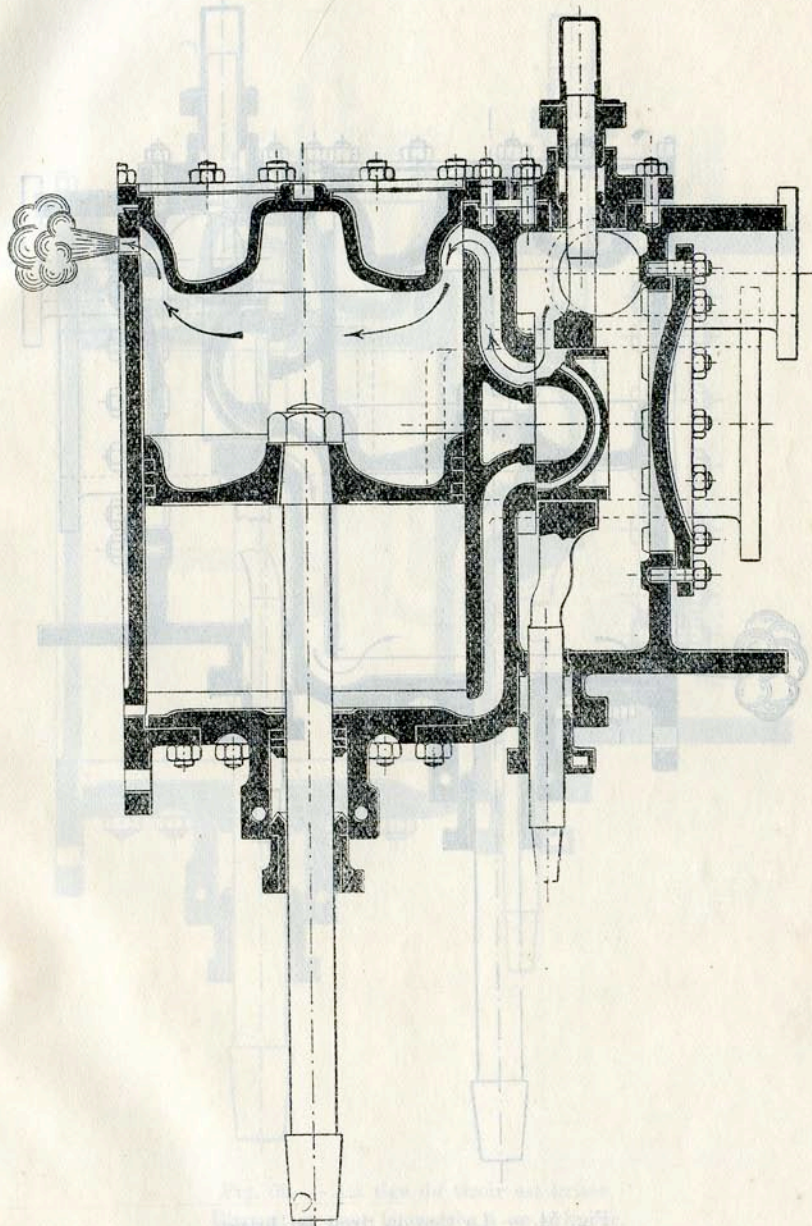
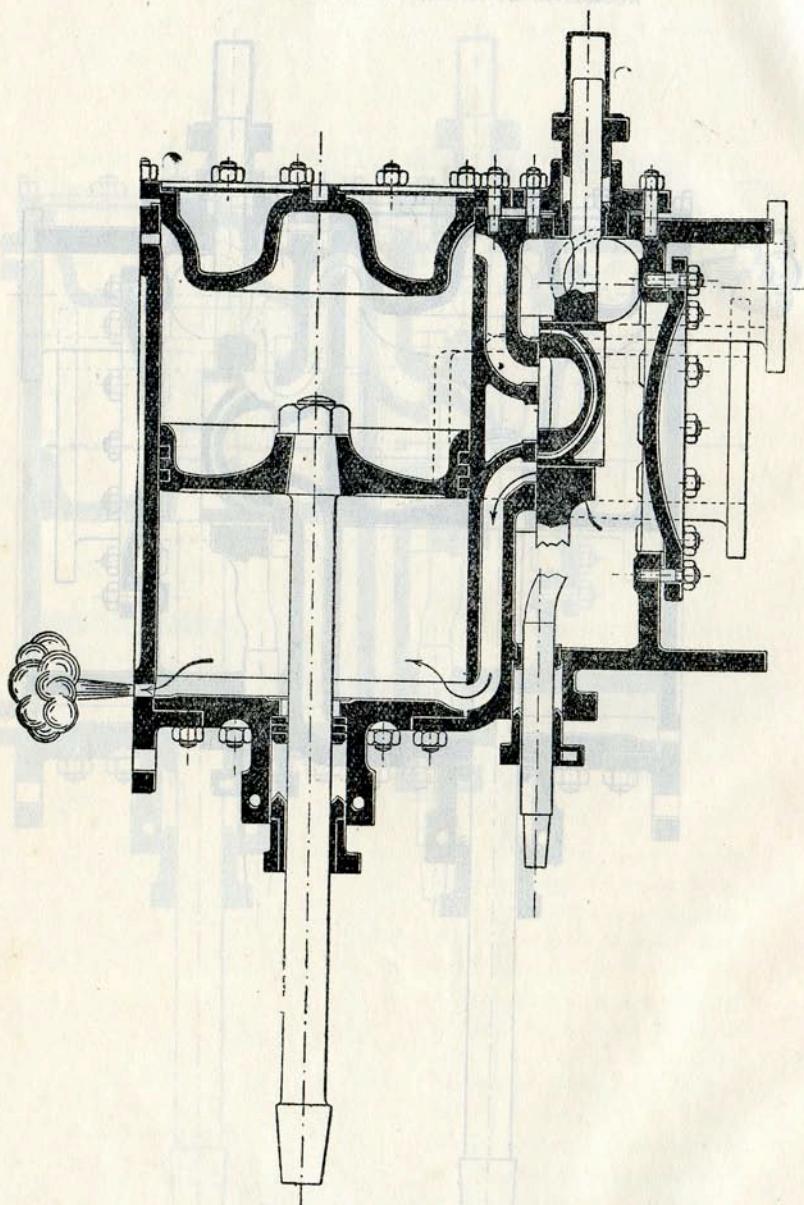

Fig. 53. — Le tiroir est avarié.
Fig. 54. — La tige du tiroir est brisée.
Il en conclut que le **tiroir** (fig. 53) ou **l'attache du tiroir à la tige** (fig. 54) ou encore la **table du tiroir** est **avarié**; d'autre part, puisqu'un seul purgeur débite, la vapeur reste d'un même côté du piston et le machiniste a la certitude que le piston est en bon état.
a) Si le tiroir est séparé de sa tige (fig. 54), le même purgeur ne cessera de débiter et il restera seul à le faire ;
b) Si la table du tiroir ou le tiroir lui-même (fig. 53) **est avarié**, l'autre purgeur et parfois même la décharge donneront dans certaines positions du levier de changement de marche.